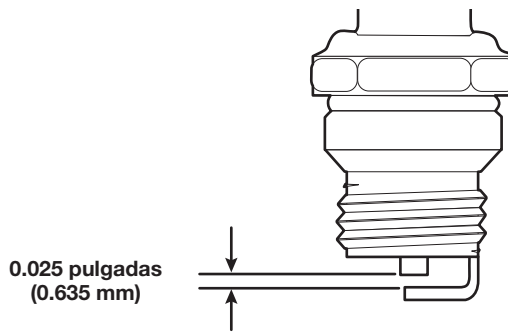

Fig. 21
4. Use un calibre de separación para ajustar una separación de aire de **0.025 pulgadas (0.635 mm)** (Fig. 21).